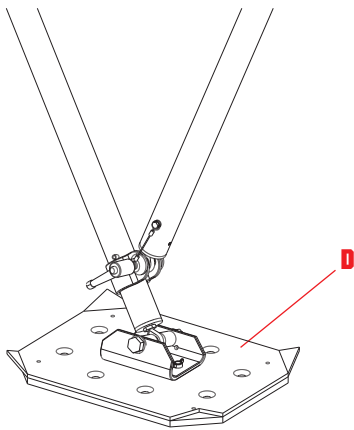

fig. 4A
- Skruva in och dra åt de gängade stiften på schacklarna (M).
- Anslut baserna (D) med hjälp av lämpliga skruvar och välj den sida som passar bäst för den tillgängliga stödytan:
- gummerad sida för släta och hårda lagerytor (Fig. 4A),